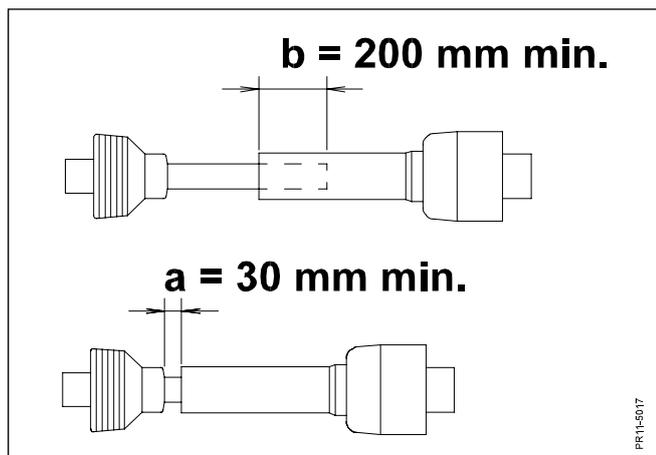

Fig. 2-4
**IMPORTANT:** Respecter toujours la longueur minimum-maximum, des tubes de transmission Fig. 2-4.